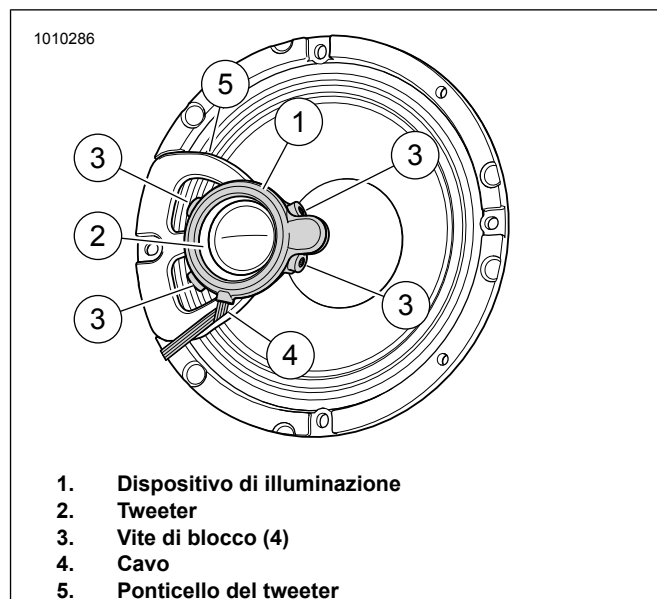

Figura 10. Tweeter, ponticello del tweeter, luce LED e altoparlante
Vedere la figura 10. Collocare il dispositivo di illuminazione (1) sul tweeter (2) come mostrato. Premere leggermente il dispositivo di illuminazione per posizionarlo.